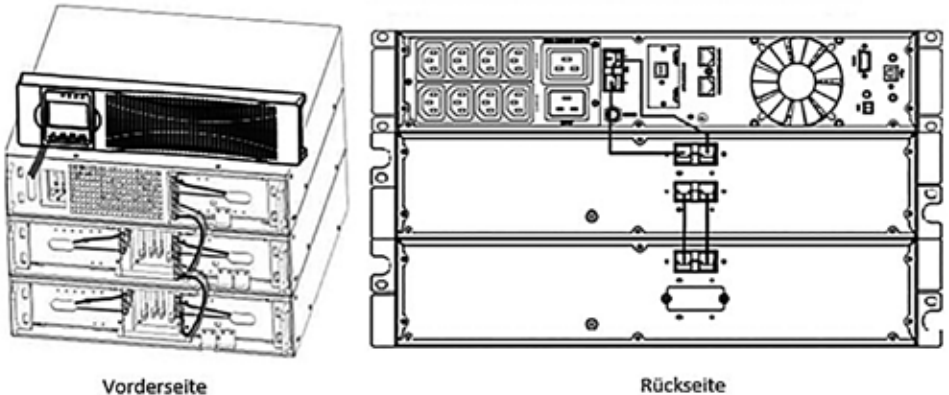

Abbildung 3 (Typische Installation von Batterie Erweiterungen)
3. Stecken Sie das/die Kabel für die Batterie Erweiterung wie in Abbildung 3 gezeigt in die Batterieanschlüsse.